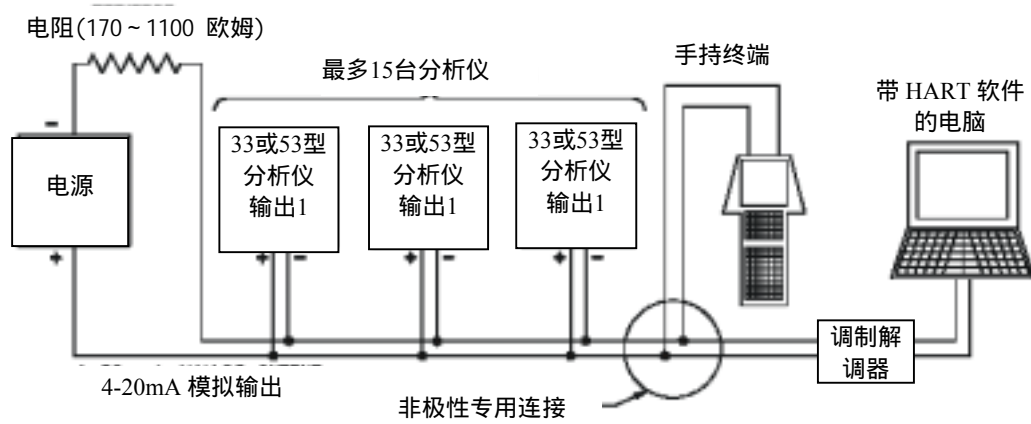

图3-8 HART多分析仪布线方法（用于多分析仪网络）
2. 参见图3-8，并将每个分析仪的4-20mA模拟输出1信号以**并联**的方式连接到一个电缆上，极性与图示一致。